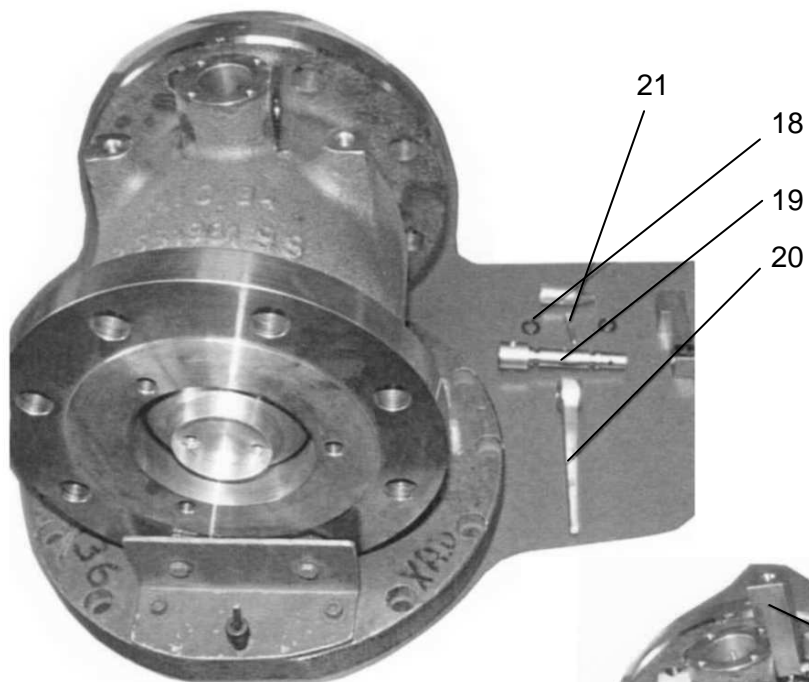

Fig.6
7.1. Monter le système de commande (Fig. 6, 7 et 8)
- Monter les deux joints toriques (18) sur l'axe de commande (19).
- Mise en place du levier de commande (20).
- Mise en place de l'axe de commande (19).
- Monter la goupille (21).
- Monter le couvercle du système de commande (22) équipé de son joint (23).
- Monter le levier (24) et emmancher la goupille.